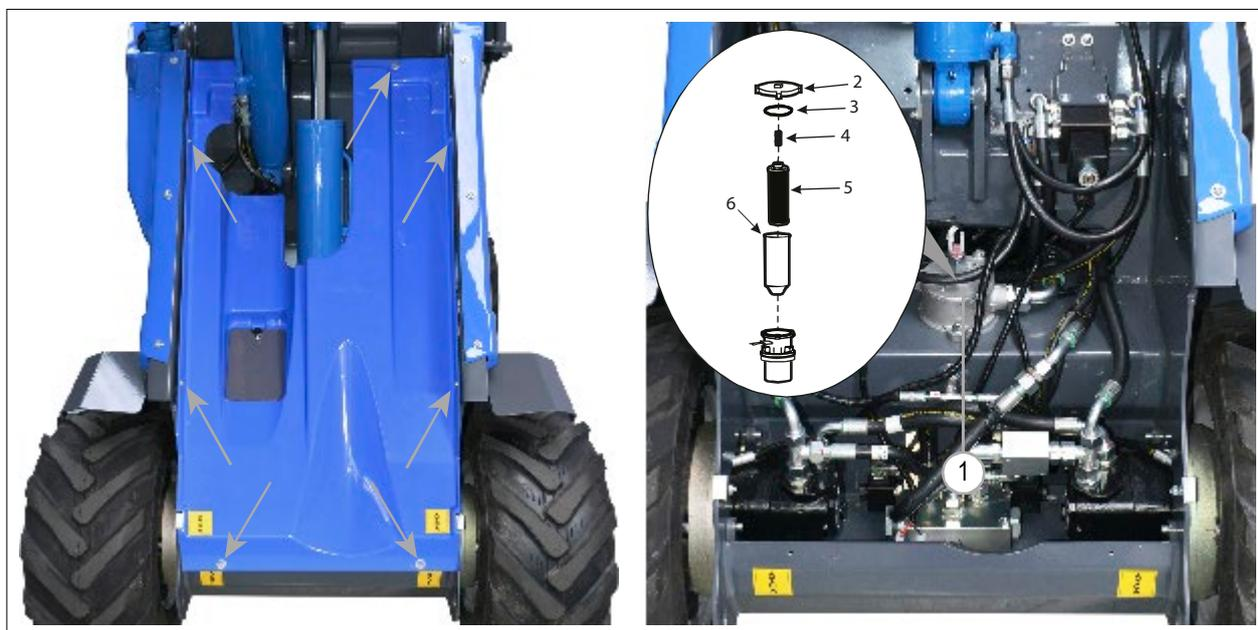

РИС. 46
- 3) Снимите переднюю панель, ослабив винты крепления к раме (см. РИС. 46).
- 4) Снимите крышку фильтра, повернув ее. Может потребоваться использовать гаечный ключ (РИС. 46 – Сс. 1).
- 5) Снимите пружину (РИС. 46 – Сс. 4) и фильтрующий элемент (РИС. 46 – Сс. 5) с пластиковой втулки (РИС. 46 – Сс. 6).
- 7) Установите пружину на место и осмотрите уплотнительное кольцо крышки фильтра на предмет признаков износа или повреждения. Уплотнительное кольцо расположено в верхней части корпуса фильтра (РИС. 46 – Сс. 3). Замените уплотнительное кольцо в случае износа или повреждения.
- 8) Установите на место крышку фильтра (РИС. 46 – Сс. 2) и закрепите ее.